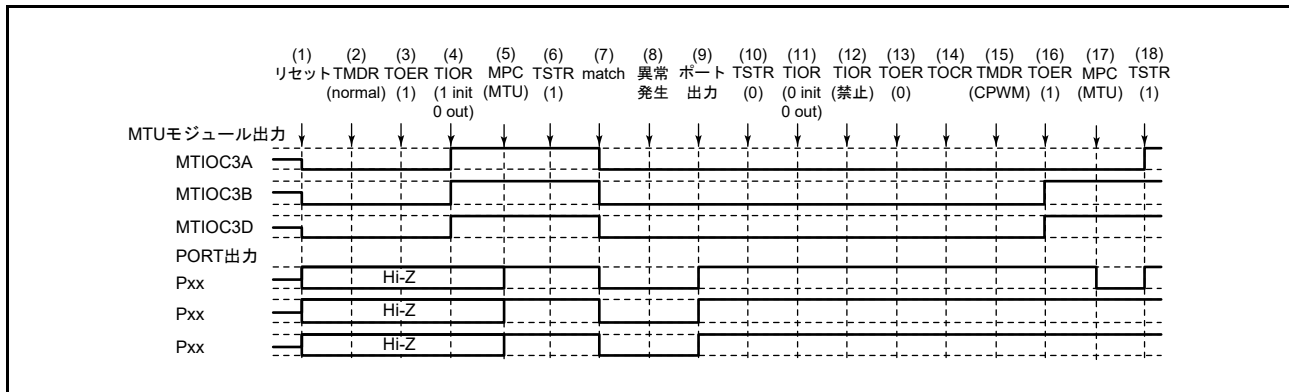

図 20.158 ノーマルモードで異常が発生し、相補 PWM モードで復帰する場合
ノーマルモードで異常が発生し、再設定後相補 PWM モードで再スタートする場合の説明図を図 20.158 に示します。
(1) ~ (13) は図 20.158 と共通です。
(14) TOCR1A、TOCR2A (TOCR1B, TOCR2B) レジスタでリセット同期 PWM の出力レベルと周期出力の許可 / 禁止を選択してください。
(15) リセット同期 PWM を設定します。
(16) TOERA (TOERB) レジスタで MTU3、MTU4 (MTU6, MTU7) の出力を許可してください。
(17) MPC と I/O ポートのポートモードレジスタ (PMR) で MTU 出力としてください。
(18) TSTRA (TSTRB) レジスタで再スタートします。